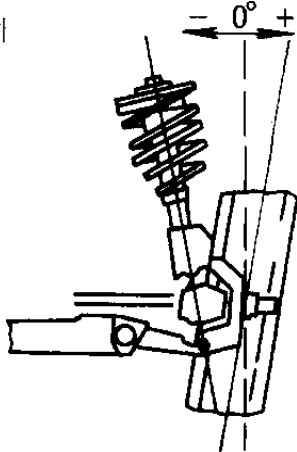

图 1-4 车轮外倾角
**2 车轮外倾角：**外倾是从车辆前方观察的。车轮偏离垂直方向的倾角，如图 1-4 所示。若车轮倾角顶点向外，则外倾为正 (+)；若车轮倾角向内，则外倾为负 (-)。外倾既影响方向控制，又影响轮胎磨损。过量外倾会导致轮胎磨损，并使车辆朝最大外